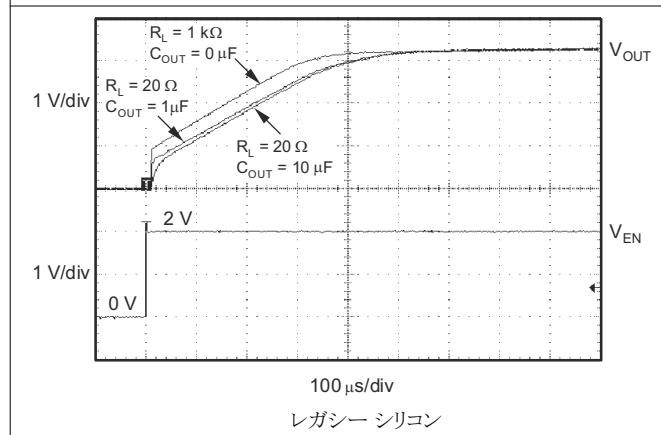

図 5-39. TPS73233 のターンオン応答
イネーブルピン (EN) はアクティブ High であり、標準の TTL-CMOS レベルと互換です。イネーブルピン (EN) はアクティブ High であら標準的な TTL-CMOS レベルと互換性があります。V_{EN} が 0.5V(最大値)未満になると、レギュレータはオフになります、GND ピンの電流は約 10nA にまで低下します。EN ピンを使用してレギュレータをシャットダウンすると、すべての電荷がパストランジスタのゲートから除去されます。V_{EN} が 1.7V(最小値)を超えるとレギュレータはオンになります、出力は制御された V_{OUT} に戻ります(詳細は図 5-39 を参照)。